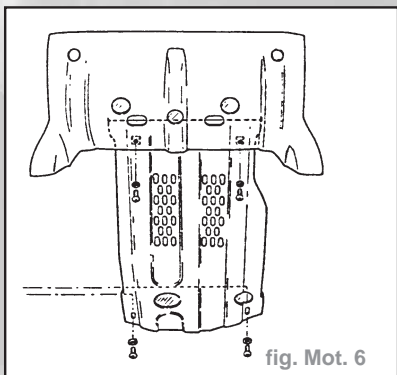

fig. Mot. 6
- Reposer la plaque et la tôle de protection inférieure (serrage vis à **4,7 daN.m**) (fig. Mot. 6).